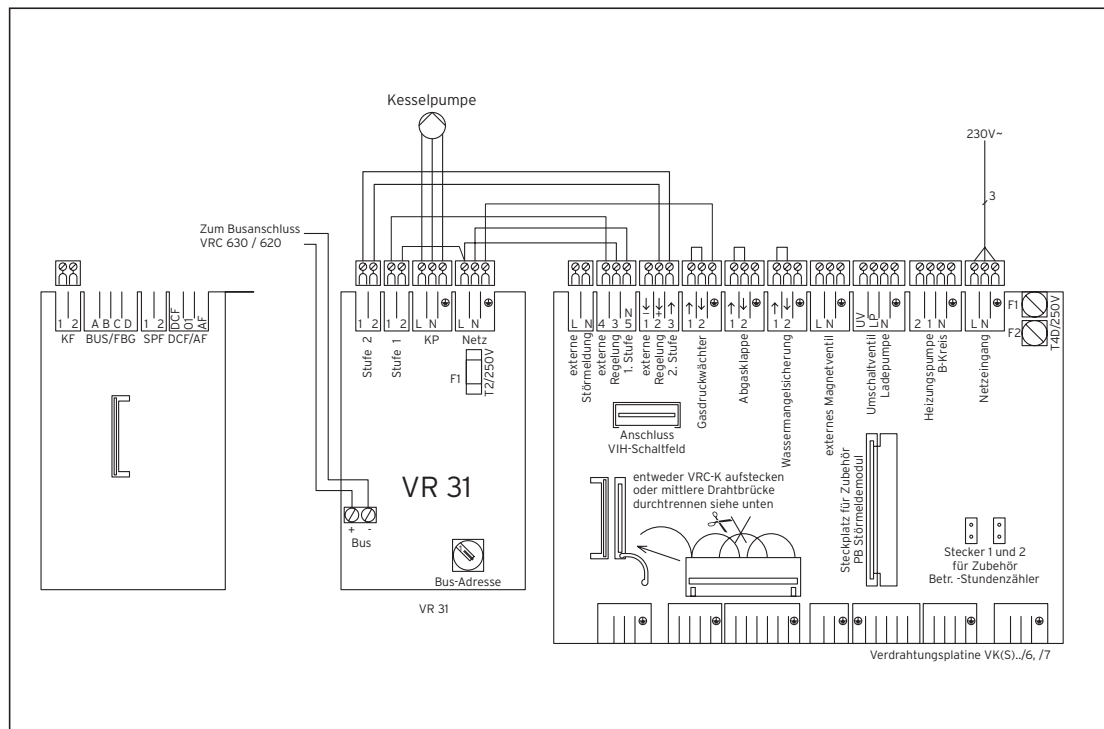

Abb. 4.2 Anschlussplan
- Schließen Sie den Buskoppler entsprechend dem Anschlussplan (Abb. 4.2) an das Heizgerät an.